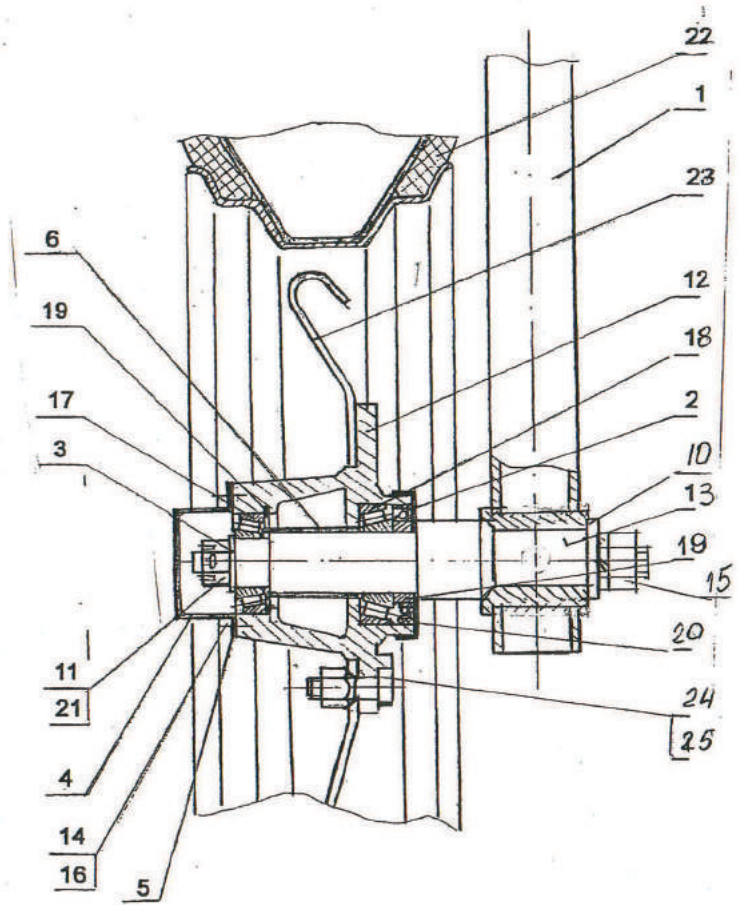

Рис. 4
- Колеса (рис. 4) на пневматических шинах шириной 170 мм и Ø 750 мм консольно крепятся на кронштейнах колес. Давление воздуха в шинах 0,19-0,24 МПа в зависимости от состояния почвы. Колесами осуществляется копирование рельефа поля.